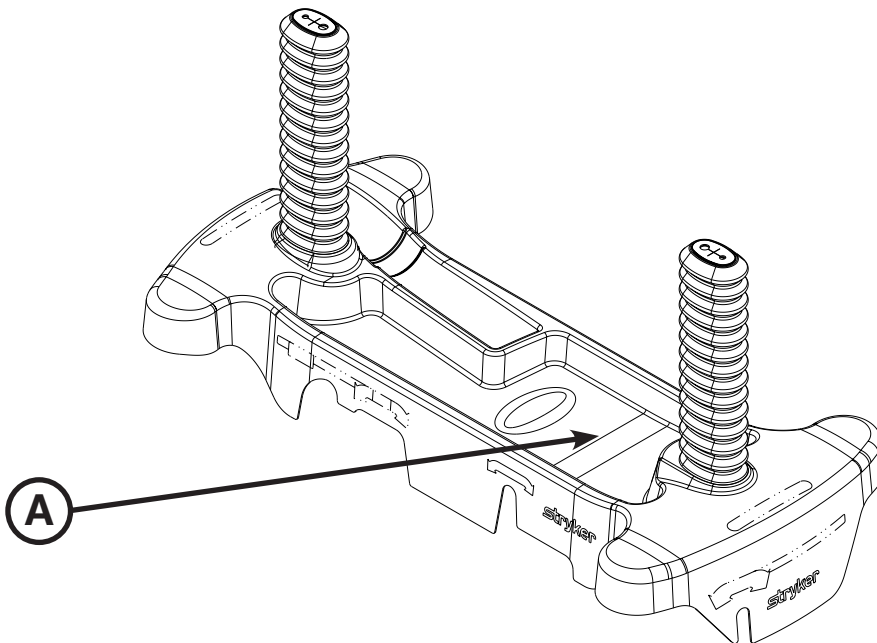

Figure 8 : Rangement dans le capot de la base
Il est possible de ranger les articles dans le capot de la base (A), comme illustré dans la Figure 8.